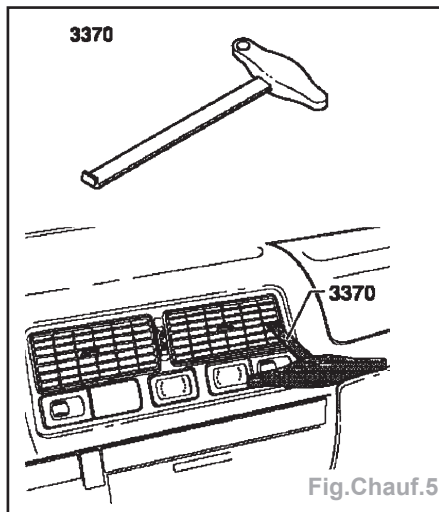

Fig. Chauff.5
- Positionner l'outil spécial 3370 au centre, à droite ou à gauche sur le diffuseur (Fig. Chauff.5).